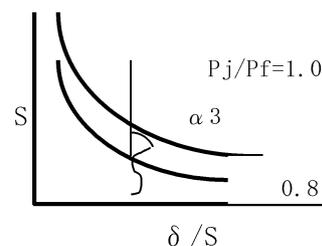

図4  $S \sim \delta/S$  管理図例
2.  $Pj/Pf \geq 0.8$  で  $\alpha \geq 1$  (図4参照)